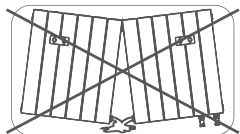

рис. 2
- 7.4. Для монтажа радиаторов с числом секций до 12 используйте 2 кронштейна, для 12 и более 3 кронштейна. Кронштейны располагаются сверху (рис. 2).